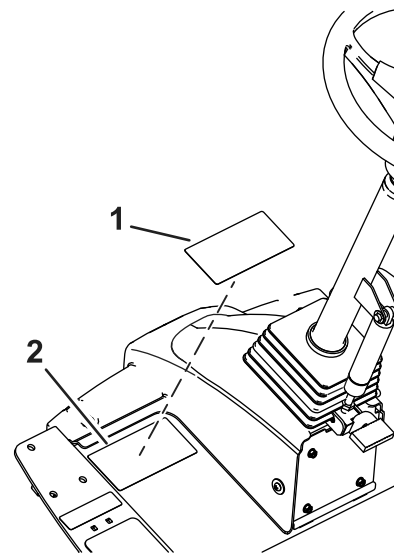

Figure 37
1. Avec de l'alcool à friction et un chiffon propre, nettoyez la surface de l'autocollant de sécurité et laissez sécher l'autocollant (Figure 37).